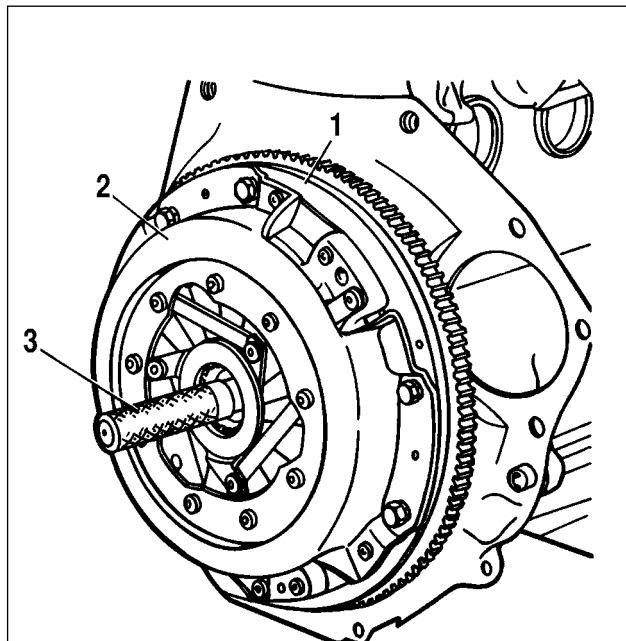

Fig. 3-4. Centrage du disque d'embrayage à l'aide de mandrin A.70081:
- situer le plateau entraîné, la partie saillante de moyeu avec rainure d'anneau, orientée vers la boîte de vitesse, et centrer le disque par rapport au volant à l'aide du mandrin A.70081 imitant le bout cannelé de l'arbre primaire de boîte de vitesse (fig.3-4).
Pour la repose de la boîte de vitesses procéder dans l'ordre inverse de la dépose. Avant l'installation enduire la bout cannelé d'arbre primaire d'une fine couche de la graisse (type ЛСЦ-15 (Литол-24)) et centrer le disque d'embrayage à l'aide du mandrin A.70081 (fig.3-4).